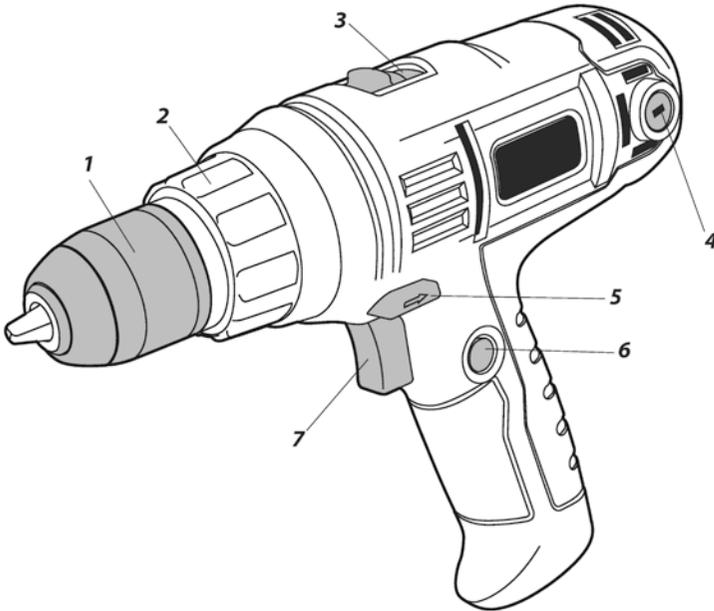

Рис. 1
- 1) Держа инструмент одной рукой, вращайте муфту быстрозажимного патрона (2, Рис.1) против часовой стрелки для освобождения кулачков патрона. Вставьте рабочий инструмент в патрон (1, Рис.1) как можно глубже.
- 2) Крепко удерживая муфту регулировки крутящего момента (2, Рис.1), другой рукой поверните по часовой стрелке муфту патрона 1, Рис.1) для его затяжки. Если в процессе работы муфта ослабится, затяните ее сильнее. Не прикладывайте излишнее усилие для затяжки, чтобы не повредить патрон.
- 3) Для снятия рабочего инструмента повторите пункт (1).
При помощи переключателя реверса (3, Рис.1) можно установить направление вращения патрона по часовой или против часовой стрелки.
- Для включения дрели нажмите и удерживайте курок выключателя (7, Рис.1). Двигатель инструмента остановится, как только Вы отпустите курок выключателя.
- Для продолжительной работы дрели нажмите кнопку фиксации выключателя (6, Рис.1). Дрель будет работать, даже если не удерживать курок выключателя.
- Для того чтобы выключить дрель, снова нажмите курок выключателя (7, Рис.1).
Для установки крутящего момента, поверните и установите муфту регулировки крутящего момента (2, Рис.1) в нужное положение. Установки крутящего момента обозначены цифрами на поворотном переключателе муфты. Совместите одну из цифр на поворотном переключателе со значком на внешнем корпусе инструмента. Для использования инструмента в качестве дрели, совместите значок «сверление» на переключателе со значком на внешнем корпусе. Поворотный переключатель не блокируется, если указатель расположен между делениями.
С помощью переключателя скоростей (3, Рис.1) можно предварительно выбирать один из двух диапазонов скорости вращения: